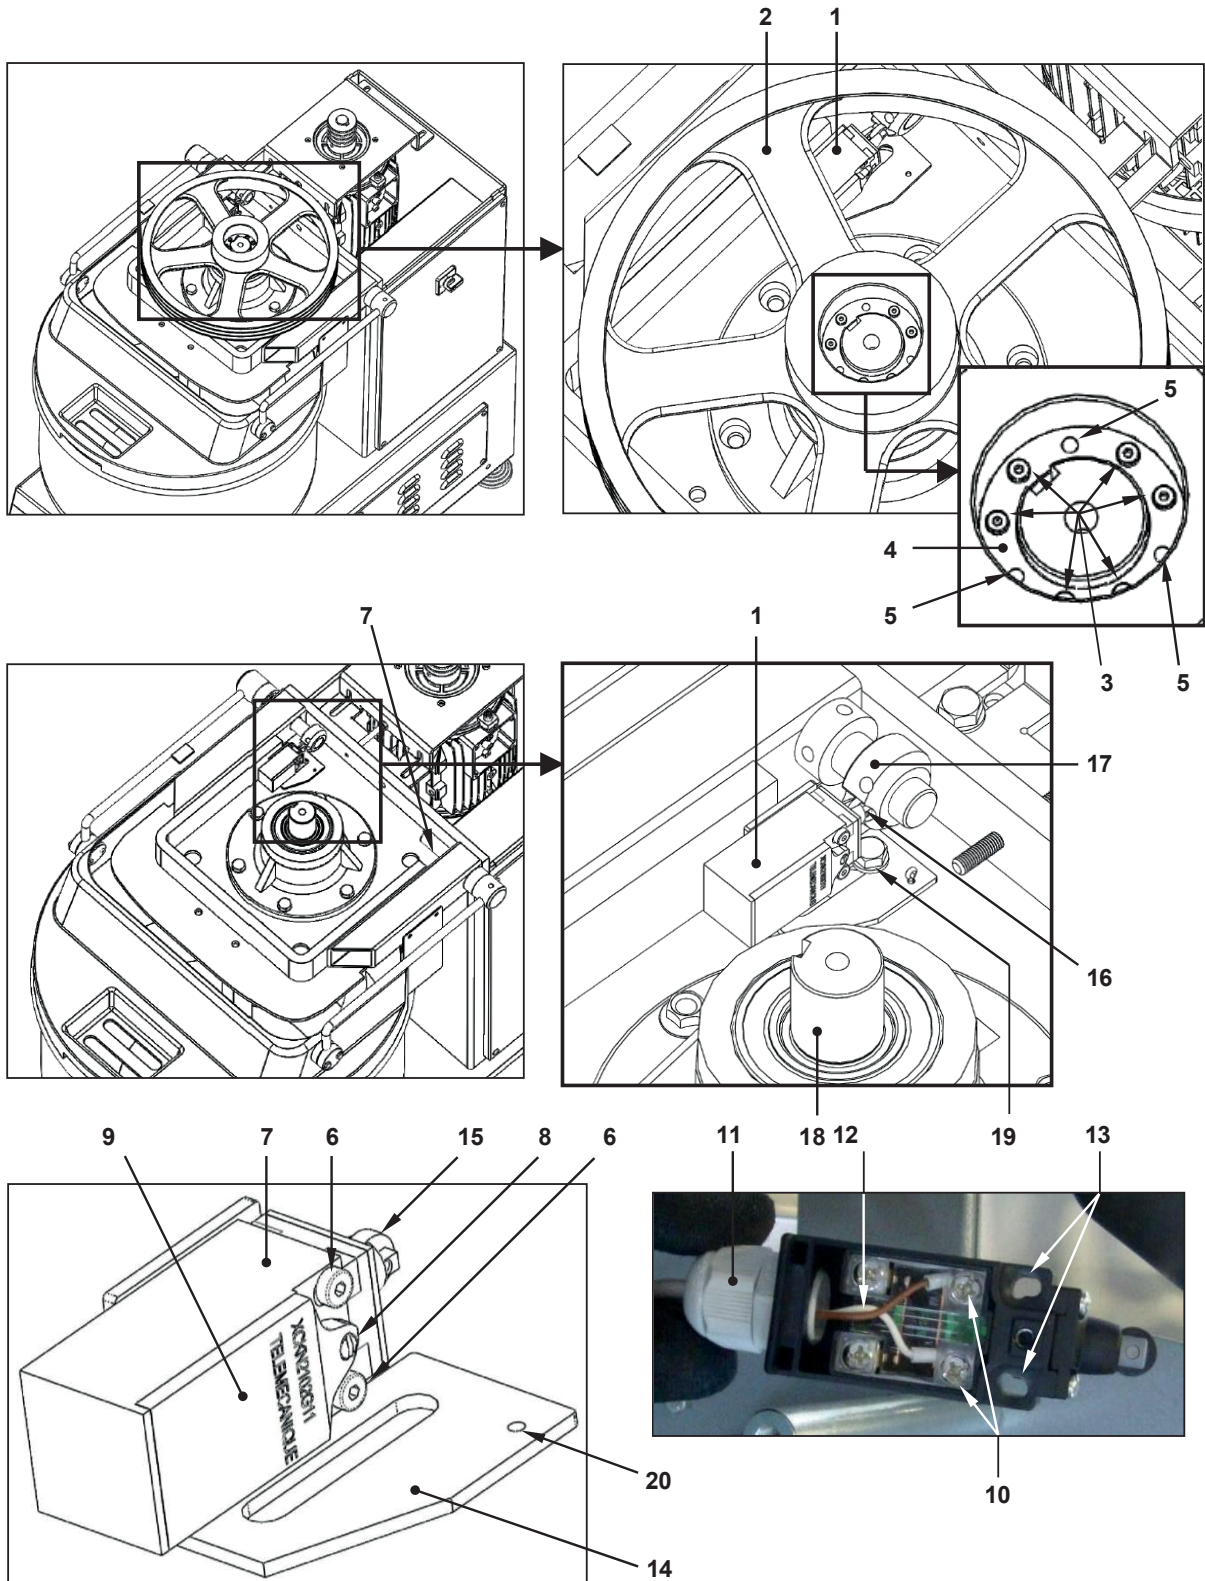

Figure 20 - Remplacement du micro-interrupteur associé au protecteur
- En se référant à la figure 20, s'il est nécessaire de remplacer le micro-interrupteur/a, procéder comme suit (pour les machines équipées de 2 micro-interrupteurs dans la figure 20, un seul est représenté avec la réf. 1, l'autre, réf. 7, n'a que la position indiquée, mais les instructions de remplacement sont les mêmes pour les deux) :